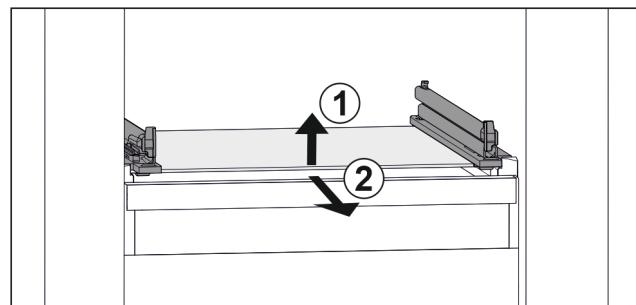

Fig. 97 Príklad zobrazenia sklenej dosky
- Nadvihnite sklenenú dosku vpred. Fig. 97 (1)
- Odoberte sklenenú dosku dopred. Fig. 97 (2)